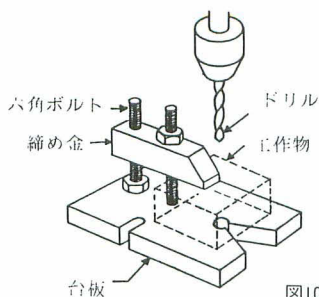
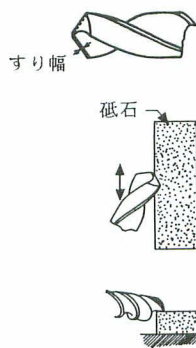

図10-4
図10-6
- ①工作物はしっかり固定します。ボール盤には図10-4の道具を作っておくと非常に便利です。丸棒の穴あけはVブロックに乗せて行くと安定がよく、写真10-5のようなブロックが簡単に自作できます。
- ②必ず前述の案内穴を作ってから穴あけし、時々抜いてブラシでキリコを払う。この際必ず回転を止めておこなうこと。
- ③真鍮、しんちゆう 砲金、銅など粘り強くてやわらかい材料は、貫通する際にドリルがくいこんで工作物を振り回したりはね飛ばしたりして、せっかくの工作物をオシャカにしたり、ドリルを破損したり、ひどいケガをすることもあります。3mm以下の細いドリルでもその力は馬鹿になりません。そこで、必ず刃先を図10-6のように砥石にぴったり押しつけてすって(刃先を殺すといいます)食いこみを防ぎます。すり幅はごくわずかで、細い線状に見えればよいのです。真鍮専用ドリルを一揃い作っておくのがよろしいでしょう。